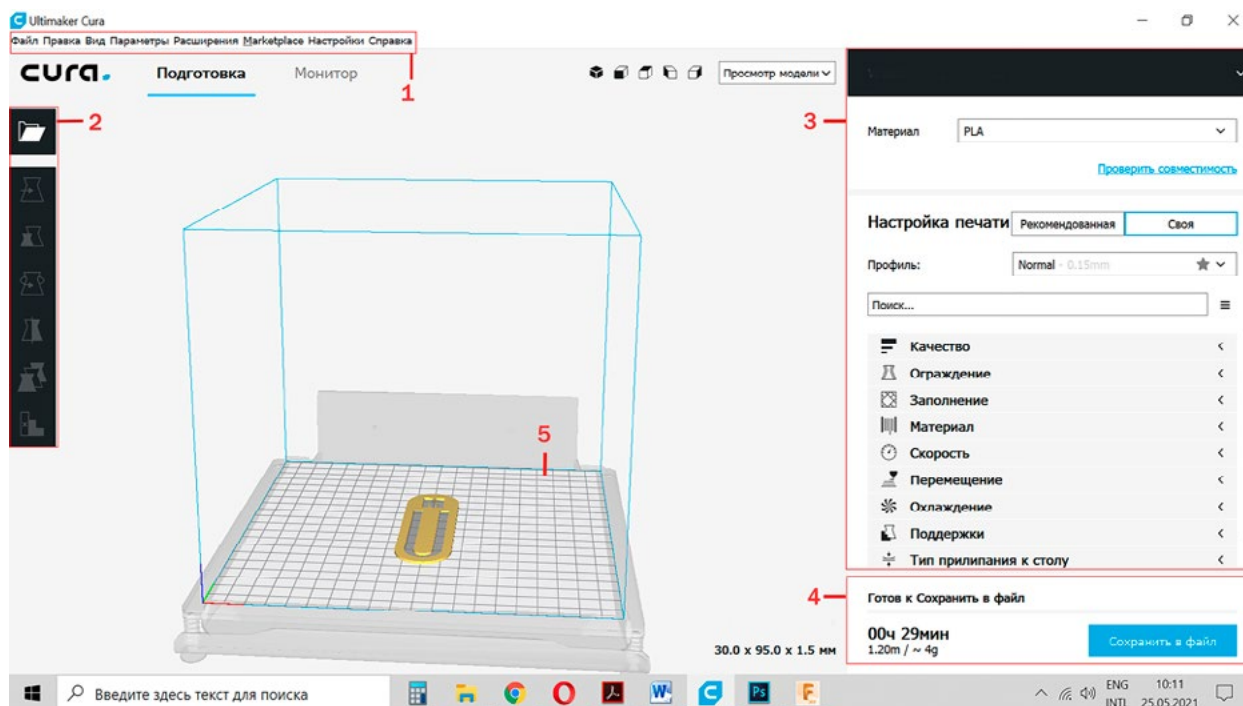

Рис. 5. Интерфейс программы Ultimaker Cura
2.1. Запустите программу Ultimaker Cura. Ознакомьтесь с интерфейсом программы. Интерфейс программы можно разделить на 5 основных областей (рис. 5).